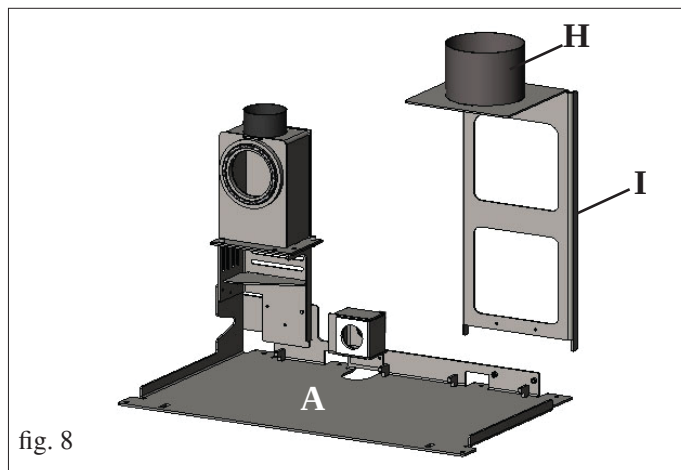
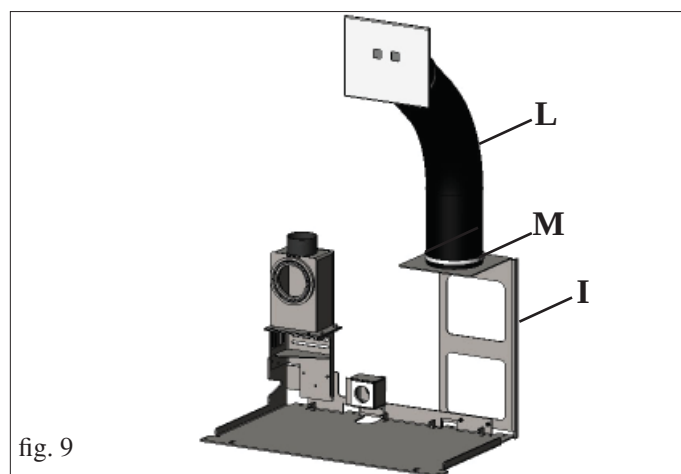

fig. 8
fig. 9
- Instalar en la placa de base (A) el estribo de centrado del tubo de carga de pellet (I - fig. 8).
- Encajar el tubo de carga de pellet (L - fig. 9) en el collar del estribo (H - fig. 8), fijándolo con la tira en dotación (M - fig. 8).